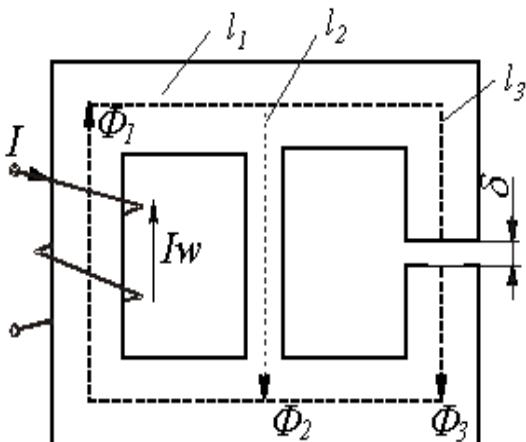

Рис.2
В качестве примера анализа разветвленной магнитной цепи при заданных геометрии магнитной цепи на рис. 2 и характеристике $B(H)$ ферромагнитного сердечника определим НС $F = IW$, необходимую для создания в воздушном зазоре индукции B_δ .
1. Задаем положительные направления магнитных потоков в стержнях магнитопровода (см. рис. 2).